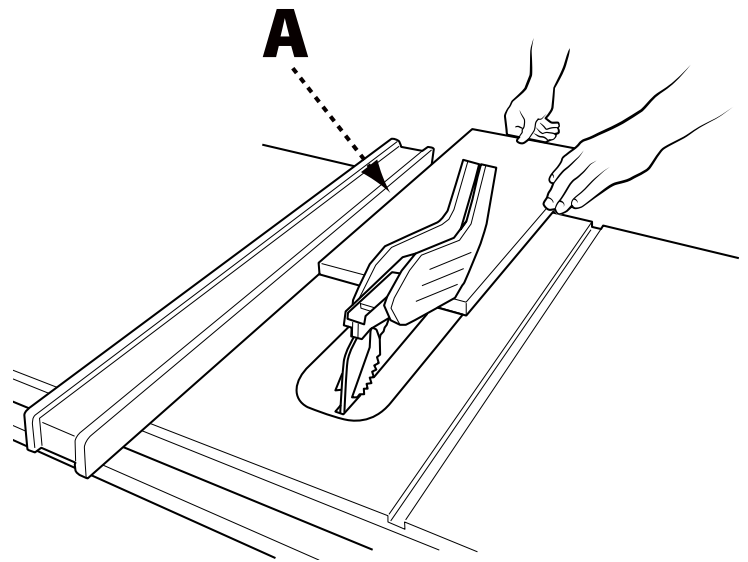

FIGURA 24
8. Sujete la pieza de trabajo horizontalmente sobre la mesa y contra la guía (A). La pieza de trabajo debe tener un borde recto contra la guía y no debe estar deforme, torcida ni doblada. Vea la posición correcta de las manos en la Figura 24.